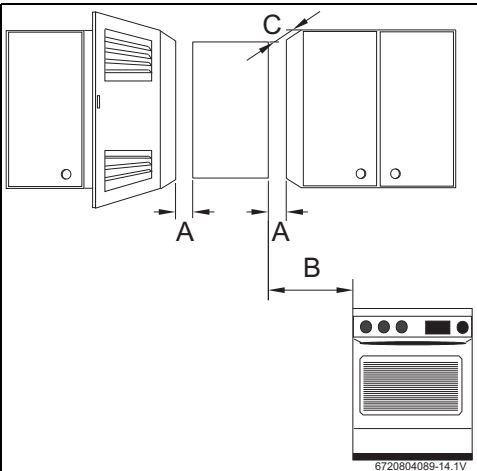

Fig. 12 Distancias mínimas
- ▶ Mantener las distancias mínimas, presentadas en la fig. 12.
- ▶ Asegurar el libre acceso para trabajos de mantenimiento y mantener la distancia mínima, visualizada en la fig. 12.